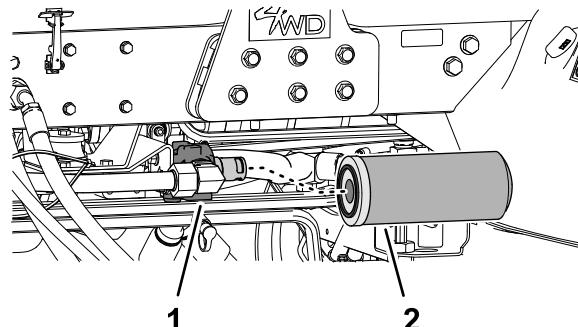

Рисунок 164
- Очистите поверхность вокруг фильтра линии возврата и головки фильтра (Рисунок 164).